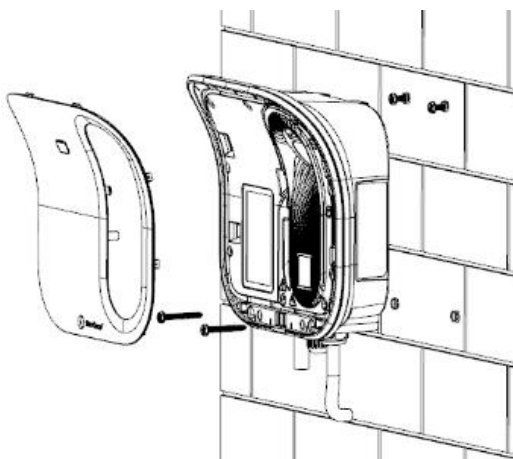

Fig. 12 Installazione della scatola a parete
3. Utilizzare la chiave per aprire il coperchio decorativo del supporto, agganciare il supporto alle due viti estese in alto e inserire le due viti autofilettanti in basso attraverso il foro di montaggio anteriore del supporto per bloccarlo, come mostrato nella Fig. 12.